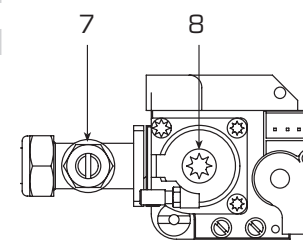

Рис. 5
Регулятор водотока (8 Рис.5) срабатывает, выключая горелку, если обнаруживается, что в котле нет воды, формируются воздушные мешки в теплообменнике; не работает циркулятор, или засорился фильтр контура отопления "Aqua Guard Filter System".
Для регулировки мощности санитарной воды используется регулятор мощности клапана реле давления (5 Рис.5).
В случае уменьшения мощности санитарной воды необходимо прочистить фильтр (3 Рис.5), установленный у входа клапана реле давления.
- 2) С помощью регулирующего болта OFF-SET (8 Рис.5) откалибровать минимальное давление газа пока не будет достигнуто значение ммН₂О, как это указано на таблице:
- 4) С помощью газовой заслонки (7 Рис.5) откалибровать максимального давления газа пока не будет достигнуто значение ммН₂О, как это указано на таблице:
- Для исправления CO₂ при мощности "MIN" используйте болт OFF-SET (8 Рис.5).
- Для исправления CO₂ при мощности "MAX" используйте газовую заслонку (7 Рис.5).